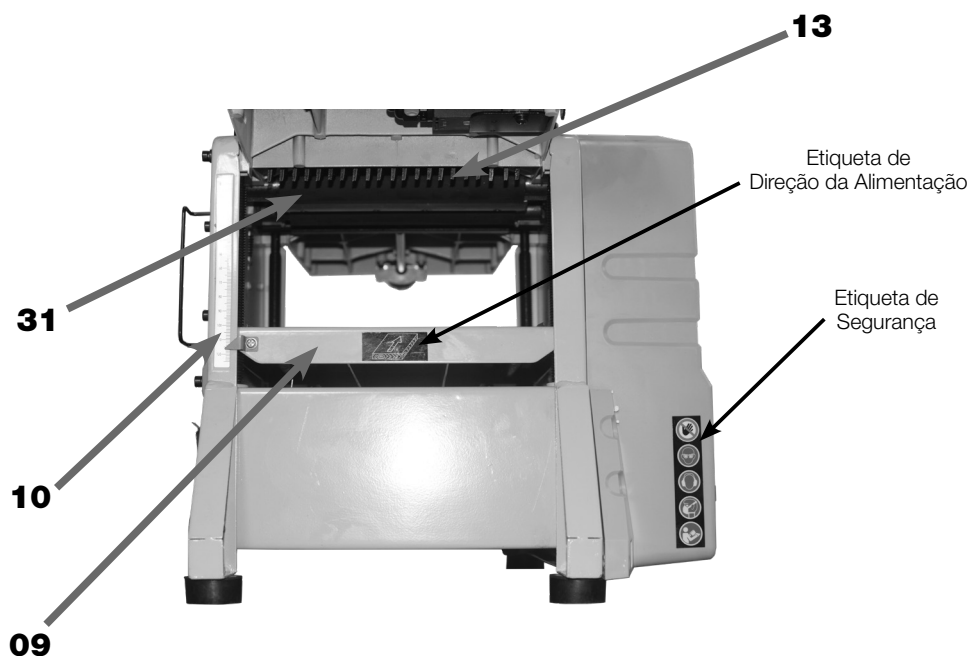
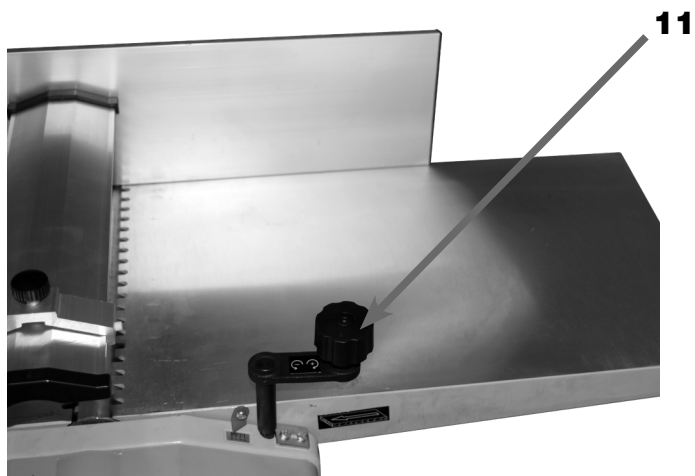

FIGURA 05 – Mesa, Escala, Roletes Empurradores e Garras Anti-Retorno
FIGURA 06 – Manivela de Elevação
O sistema de acionamento da máquina é composto pelo Motor Elétrico (05) e o Sistema de Transmissão, que movimentam o Rolo de Corte (28) e os Roletes Empurraadores (31) (figura 05).
Na parte central se encontra a Mesa de Desengrosso (09) que é utilizada para ajustar a espessura das peças de madeira, possuindo uma Escala (10) para auxiliar nos ajustes conforme desejado (figura 05).
Além disso, acima da Mesa de Desengrosso (09) se encontra as Garras Anti-Retorno (13) impedindo que a peça retorne causando acidente (figura 05). A Mesa de Desengrosso (09) é movimentada por uma Manivela de Elevação (11) para ajustar conforme a espessura desejada (figura 06).